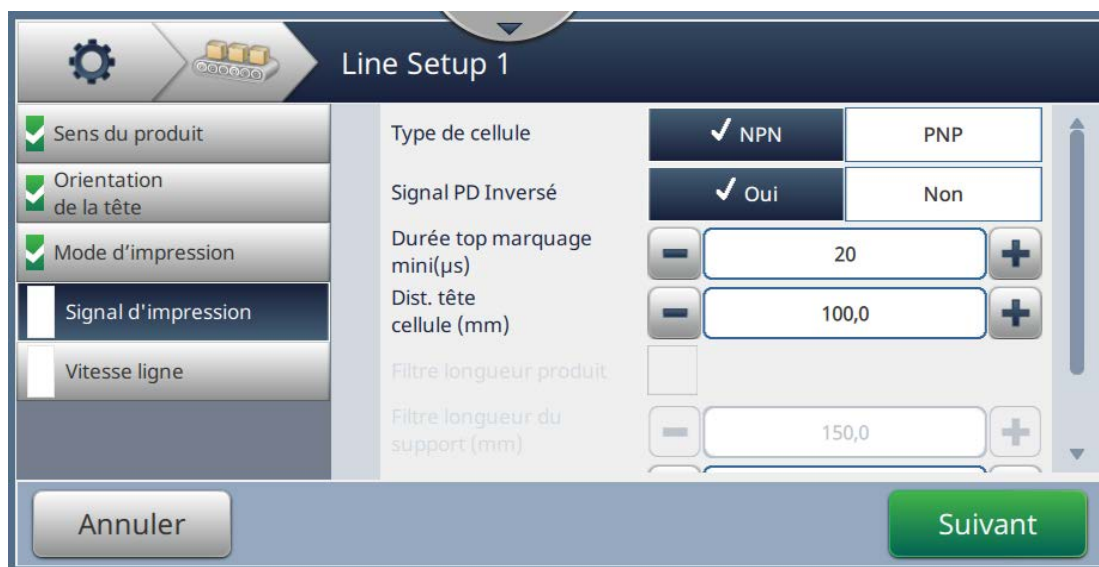

Figure 6-34 : Configuration de ligne - Déclencheur d'impression
1. Appuyez sur l'option *Déclencheur d'impression* dans l'écran Paramètres de configuration de ligne comme illustré dans Figure 6-34.